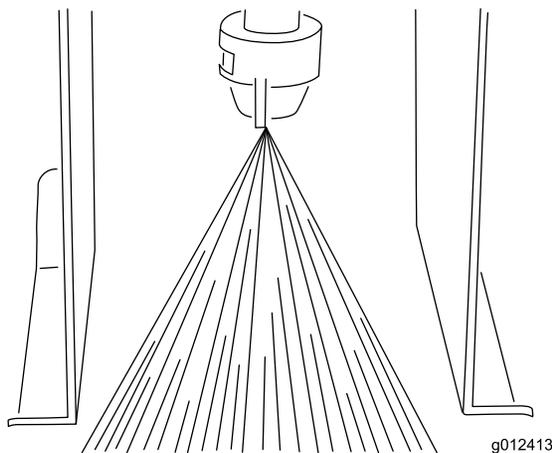

Figura 25
5. Sollevate o abbassate il tubo dell'ugello fino a quando la vernice non viene spruzzata poco al di sotto degli schermi (Figura 25).